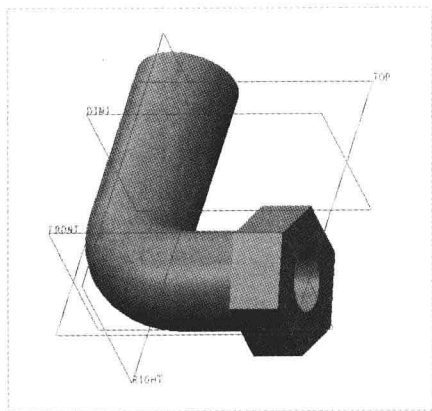

图 16-36 新建平面 1
Step 10 单击“确定”按钮，即可新建一个名为 DTM1 的平面，如图 16-36 所示。